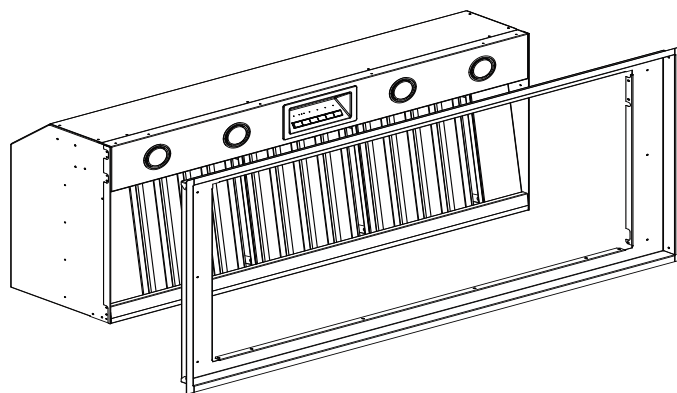

Figura 34: Instalación del marco de los modelos VCIB
- a) Inserte el marco en la campana (Figura 34).